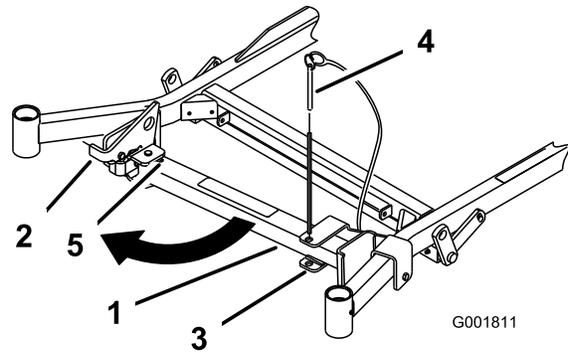
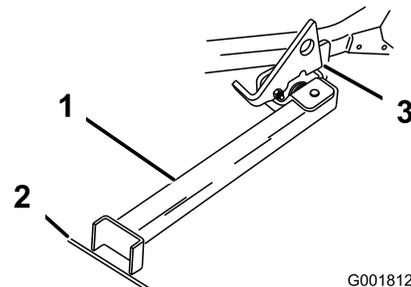

Bild 32
Bild 33
2. Nehmen Sie den Halterungsstift ab (Bild 32).
3. Heben Sie den Riegel an. Drehen Sie den Ständerfuß nach vorne heraus und schieben Sie den Ständer zur Maschine in den unteren Schlitz (Bild 32 und Bild 33).
4. Stellen Sie den Fuß auf den Boden und lassen Sie den Riegel auf der Drehlasche aufliegen (Bild 33).
Hinweis: Stellen Sie den Ständerfuß am besten in Risse auf Gehwegen oder in der Rasenfläche (Bild 33).
6. Fahren Sie auf den Stand auf. Halten Sie an, wenn der Riegel über die Lasche in die arretierte Stellung einrastet (Bild 33). Stellen Sie nach dem Auffahren auf den Stand die Feststellbremse fest und stellen Sie den Motor aus.
5. Stellen Sie den Ständer wieder in die Ruhestellung (Bild 32).